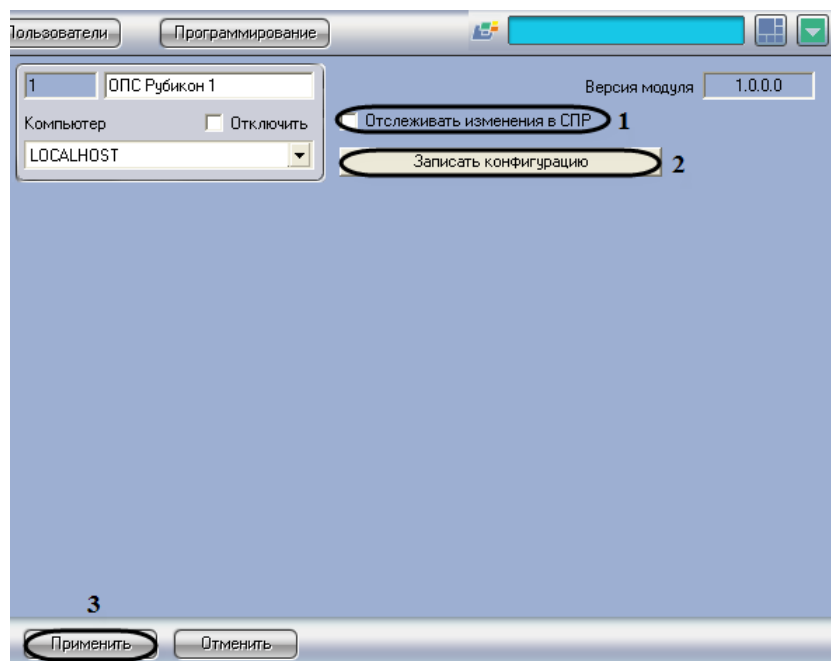

Рис. 3.10—1 Пересылка конфигурации во все устройства ОПС Рубикон
1. Перейти на панель настроек объекта *ОПС Рубикон* (Рис. 3.10—1).
2. Установить флажок **Отслеживать изменения в СПР** для автоматической отправки изменений пользователей, временных зон и уровней доступа в устройства *ОПС Рубикон* (см. Рис. 3.10—1, 2).
3. Нажать кнопку **Записать конфигурацию** для записи в устройства *ОПС Рубикон* конфигурации оборудования *ОПС Рубикон* в программном комплексе *Интеллект* (см. Рис. 3.10—1, 3).
4. Для сохранения изменений необходимо нажать кнопку **Применить** (см. Рис. 3.10—1, 4).